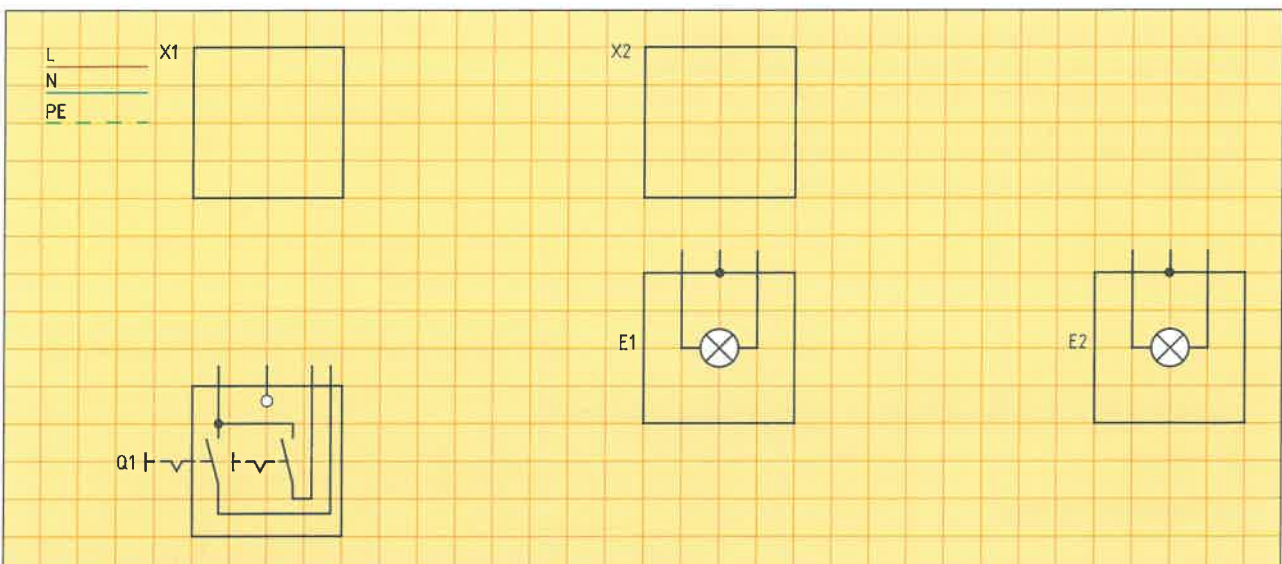

Bild 4: Stromlaufplan in zusammenhängender Darstellung
c) Ergänzen Sie den Stromlaufplan in zusammenhängender Darstellung (**Bild 4**).